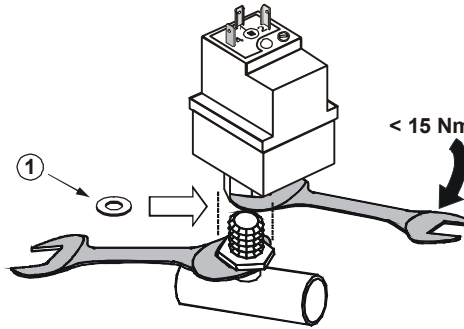
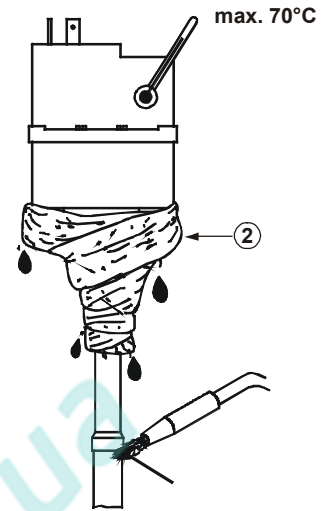

Fig. 2
Fig. 3
См. Рис. 2 для резьбового соединения. Используйте медную прокладку (1). См. Рис. 3 для соединения «под пайку». Для поддержания температуры корпуса ниже +70° используйте при пайке влажную ткань.
See Fig. 2 for thread connection. Use copper gasket (1).
See Fig. 3 for solder connection. Use damp cloth (2) to keep housing temp. below 70°C while soldering.